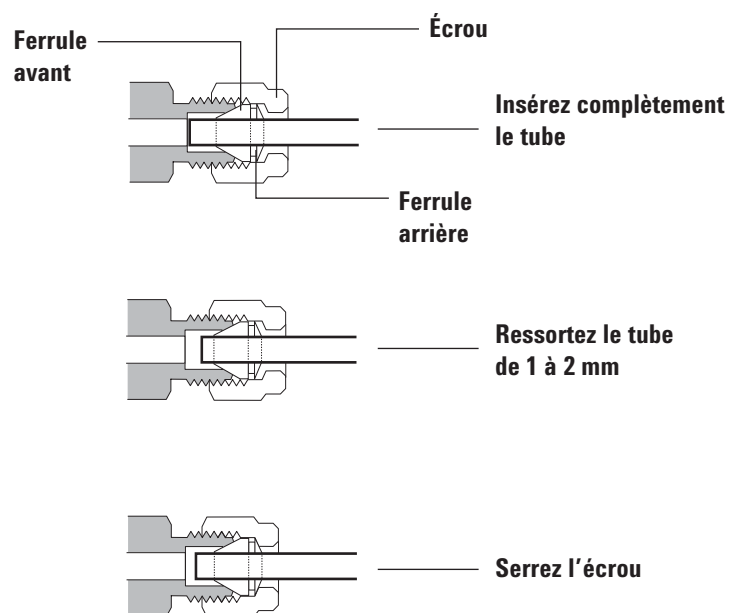

Figure 15. Insérez le tube
- 4 Poussez le tube à fond dans le raccord mâle, puis ressortez-le de 1 à 2 mm. Reportez-vous à la **Figure 15**.